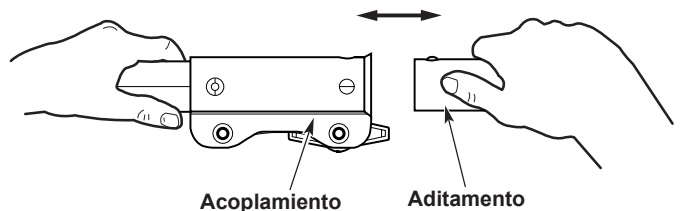

Fig. 5
5. Presione el aditamento directo en el acoplamiento hasta que el botón de liberación se enganche firmemente en el orificio principal (Fig. 5).
4. Tire de forma recta el aditamento del acoplamiento (Fig. 5).